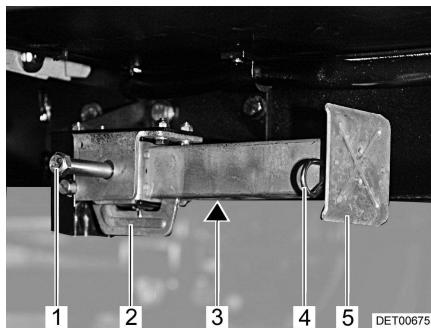

Fig. 14 Piedino di stazionamento
- Inserire la chiave a tubo nell'esagonale (Fig. 14,1) e ruotare fino a quando il piedino di stazionamento non si trova in posizione verticale verso il basso.
- Se la lunghezza del piedino di stazionamento è regolabile, sfilare la copiglia (Fig. 14,4) dal piede del prolungamento (Fig. 14,5).
- Inserire la chiave a tubo nell'esagonale (Fig. 14,1) e ruotare fino a quando il piedino di stazionamento non si stacca dal terreno.
- Spingere completamente all'interno il prolungamento dell'estremità del piedino (Fig. 14,5) e inserire la copiglia (Fig. 14,4) nel foro apposito.
- Girare sull'esagonale (Fig. 14,1), finché il piedino di stazionamento è orientato verso l'alto e la guida (Fig. 14,2) si trova proprio alla fine della scansalatura (Fig. 14,3).